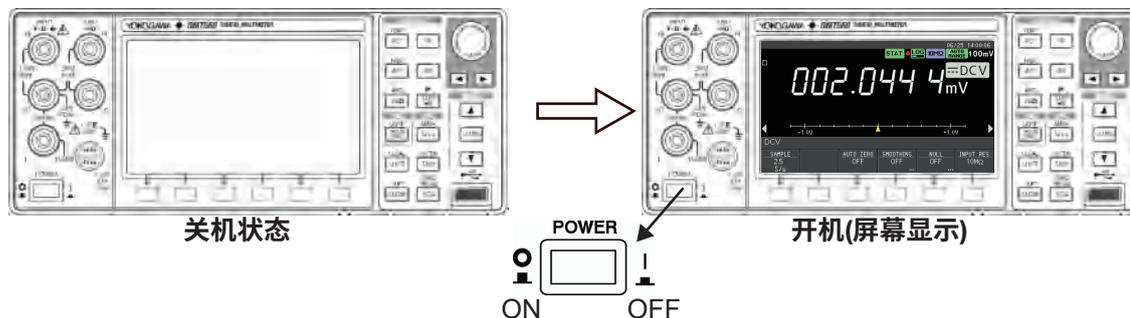

图2.3 打开和关闭电源
- 3 按下前面板左下方的电源开关(图2.3)打开仪器。几秒钟后将出现初始设置屏幕(仪器出厂后首次打开时的出厂设置)。